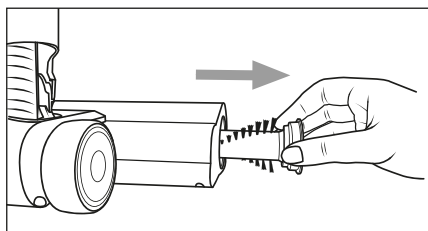

Fig. 23
- 3) Retirez le rouleau brosse ⑱ de la brosse de sol ⑳ (voir fig. 23).